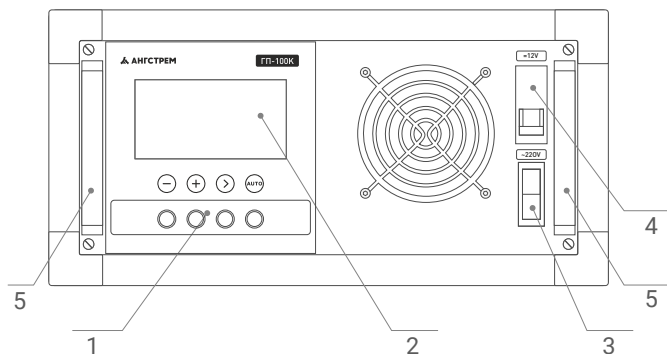

Рисунок 1 - Передняя панель генератора
5.1.2 На передней панели генератора (Рис.1) расположены органы управления и индикации:
Управление работой генератора осуществляется соответствующими кнопками (Рис.1 поз.1) или их комбинацией. Описание функций кнопок при автономном управлении генератором приведено в таблице 1, 2 Приложения 2.